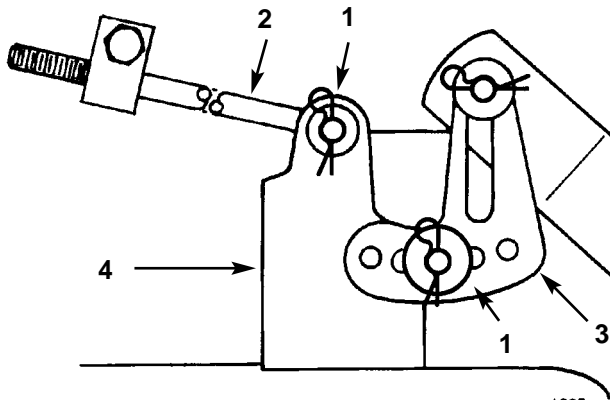

Figure 42
10. Enlever la goupille fendue et la rondelle de l'extrémité de la longue tige (Fig. 42). Faire coulisser la tige hors du support de la tondeuse. Répéter cette opération de l'autre côté de la tondeuse.
11. Enlever la goupille fendue et la rondelle du support de mise à niveau de la tondeuse (Fig. 42). Faire coulisser le support hors de la goupille de montage. Remettre la rondelle et la goupille en place pour éviter de les perdre.